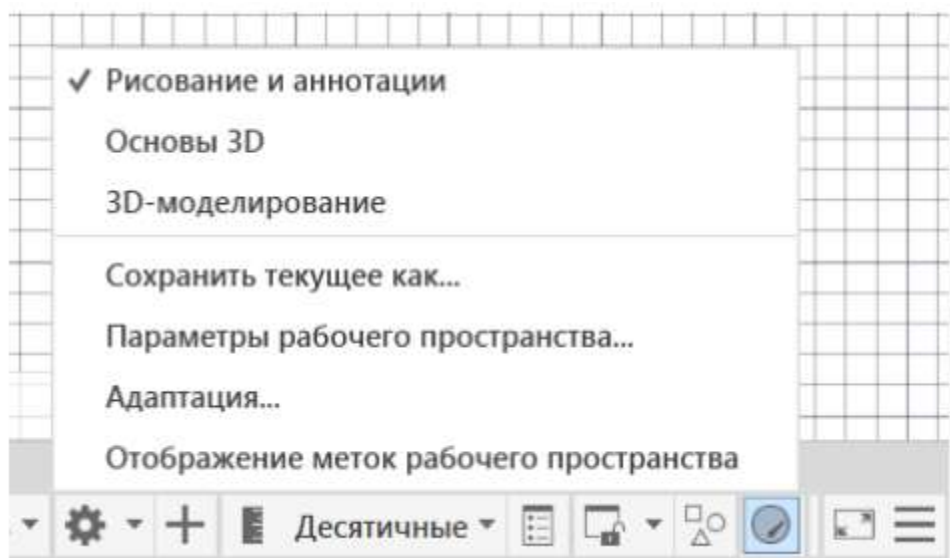

Рисунок 3.12 – Выбор рабочего пространства через статусную строку
10.2. Строку состояния (режимов), которая находится внизу графического экрана, нажав на кнопку в виде шарнира (рисунок 3.12).